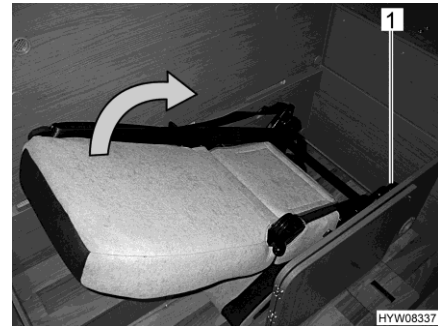

Bild 29 Fälla ut extrastol 2
- Tryck spaken (Bild 29,1) och håll den nedtryckt.